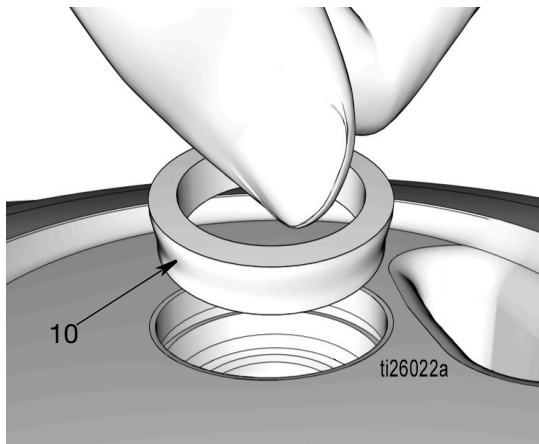

FIG. 38
- i. Monte el espaciador cónico (10), con el lado cónico orientado hacia abajo como se observa en FIG. 38.